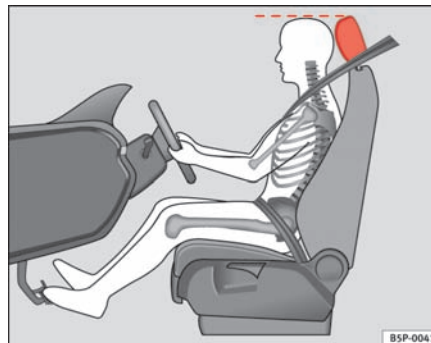

Fig. 2 Sådan sidder førerens hovedstøtte korrekt.
- Indstil hovedstøtterne således, at hovedstøttens øverste kant er på højde med den øverste del af dit hoved eller så tæt som muligt på den øverste del af dit hoved ⇒ **fig. 2.**